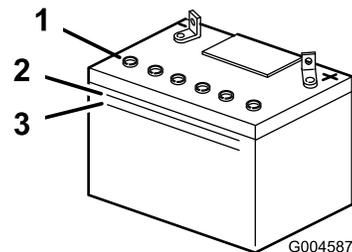

**Figura 28**
7. Staccate il cavo negativo (nero) di terra dal polo della batteria (Figura 28).
9. Staccate il cavo positivo (rosso) dal polo della batteria (Figura 28).
10. Togliete la scatola della batteria e la batteria dal telaio (Figura 28).
1. Montate la cassetta e la batteria nel telaio (Figura 28).
2. Utilizzando il bullone ed il dado ad alette, collegate il cavo positivo (cappuccio rosso) al polo positivo (+) della batteria (Figura 28).
4. Utilizzando il bullone e il dado ad alette, collegate il cavo negativo (nero) al polo negativo (-) della batteria (Figura 28).